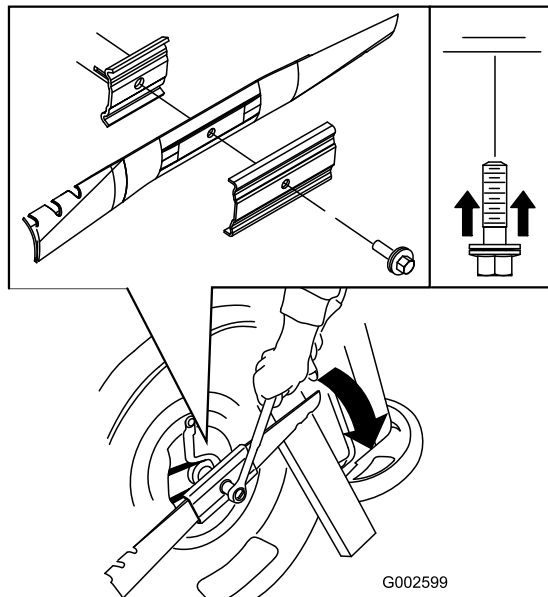

Bild 45
3. Stabilisieren Sie das Messer mit einem Holzblock (Bild 45).
4. Nehmen Sie das Messer ab und bewahren Sie alle Befestigungsschrauben auf (Bild 45).
5. Setzen Sie das neue Messer und alle Schrauben auf (Bild 45).